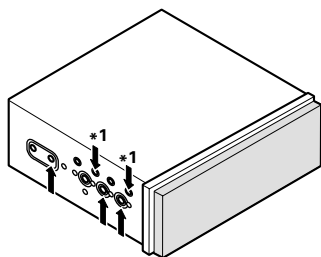
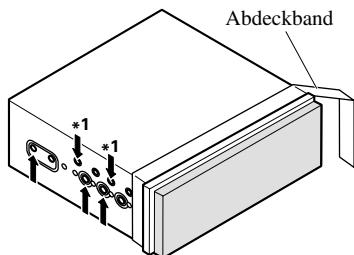
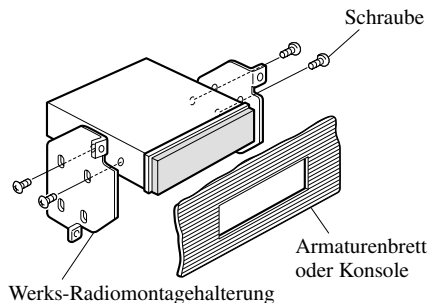

Abb. 17
Abb. 18
Abb. 19
- Anbringen dieses Produkts an die Werks-Radiomontagehalterung. (Abb. 17) (Abb. 18) (Abb. 19)